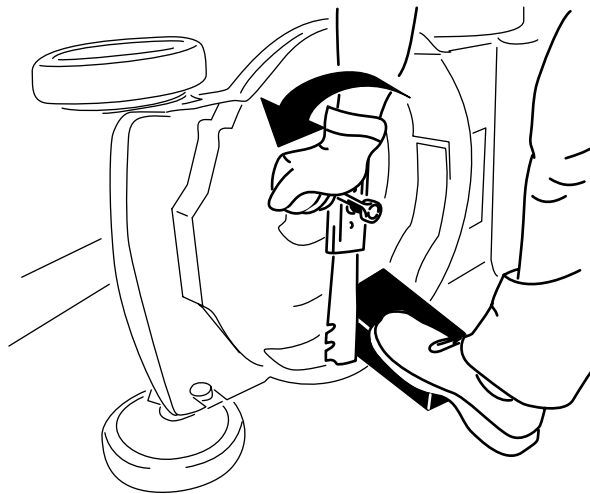

図 28
3. 角材などを使ってブレードをしっかり保持する 図 28。
4. ブレードを取り外す。外したボルト類はすべて保管する 図 28。